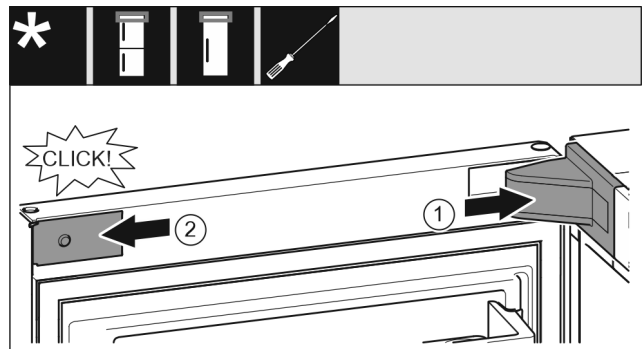

Fig. 22
- ▶ Sätt an lagerbocksskyddet Fig. 22 (1) och haka i, tryck vid behov försiktigt isär det.
- ▶ Sätt an panelen Fig. 22 (2) på sidan och haka i.